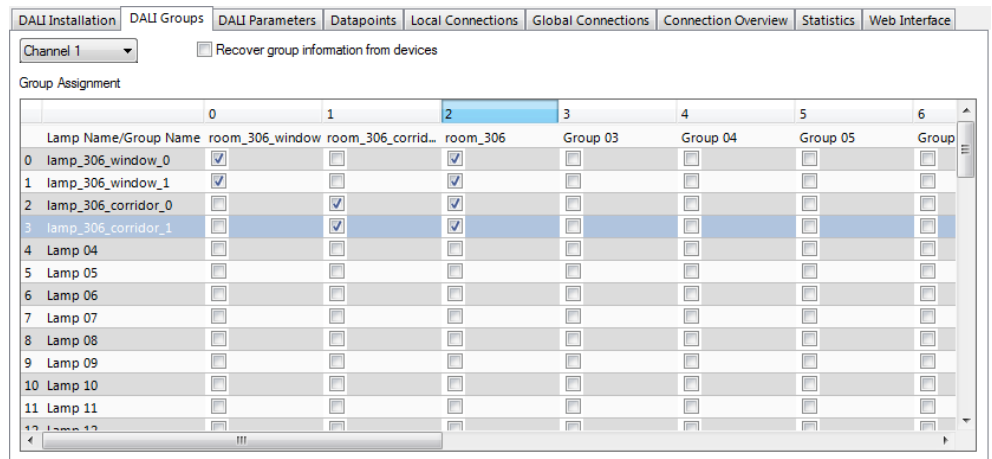

Abbildung 76: LINX Configurator Software, Gruppen Konfiguration.
- Weisen Sie die zwei fensterseitigen Leuchten der Gruppe 0, die beiden Leuchten auf der Seite des Korridors der Gruppe 1 und alle Leuchten in dem Raum zu Gruppe 2 zu. Nachdem ein Name für die Gruppen eingegeben wurde sollte die Konfiguration wie in Abbildung 76 aussehen.
3. Weisen Sie durch anwählen der entsprechenden Check-Boxen die zwei fensterseitigen Leuchten der Gruppe 0, die beiden Leuchten auf der Seite des Korridors der Gruppe 1 und alle Leuchten der Gruppe 2 zu. Klicken Sie auf den **Save** Knopf. Das Ergebnis sollte wie in Abbildung 76 aussehen.